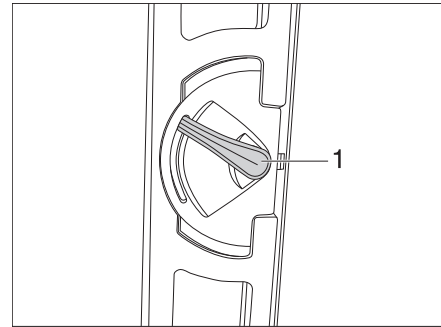
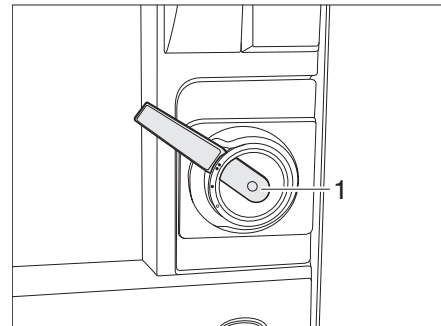

Fig. 21 Variante 1: Serrure de la porte de cellule, à l'intérieur, verrouillée
Fig. 23 Variante 2: Serrure de la porte de cellule, à l'intérieur, verrouillée
- Pousser la poignée de porte (Fig. 21,1 ou Fig. 23,1) d'env. 45° vers le haut et la laisser dans cette position.